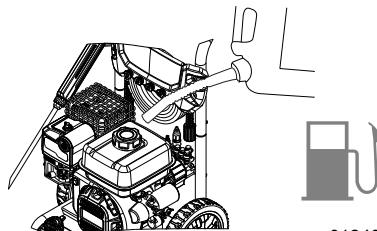

Figura 2-10. Agregue combustible recomendado
3. Consulte la **Figura 2-10**. Limpie el área alrededor de la tapa de combustible y retire la tapa lentamente.